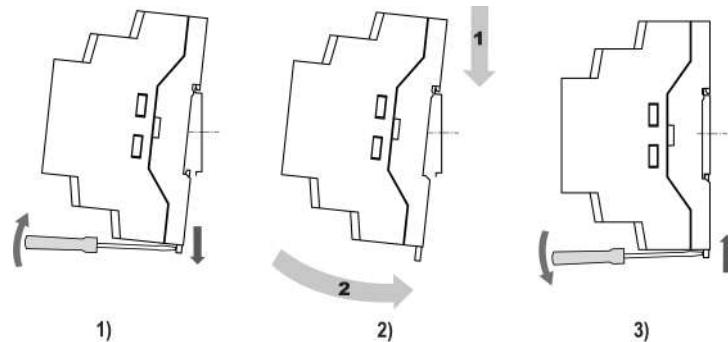

Рисунок 4.10 – Монтаж прибора с креплением на DIN-рейку
2. Вставив отвертку в проушину, оттянуть защелку рисунок 4.10, 1\)
3. Установить прибор на DIN-рейку в соответствии с в направлении стрелки 1 рисунок 4.10, 2\);
4. Прижать прибор к DIN-рейке в направлении, показанном стрелкой 2 (см. рисунок 4.10, 2\).
Зафиксировать защелку (см. рисунок 4.10, 3\).